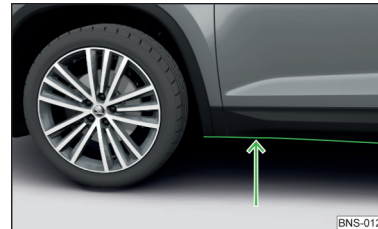

Abb. 262
- Daher vor einer Wasserdurchfahrt die Wassertiefe feststellen. Der Wasserstand darf maximal an die Unterseite des Unterholms reichen » Abb. 262.